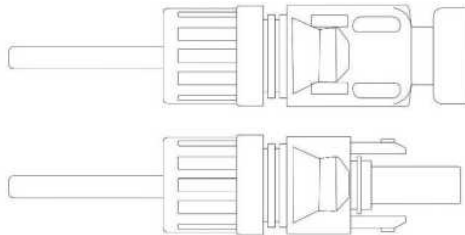

Рис. 2.14. Контактний наконечник, вставлений у верхню частину з'єднувача
3. Вставте контактний наконечник у верхню частину з'єднувача та накрутіть накідну гайку на з'єднувач (див. рис. 2.14).